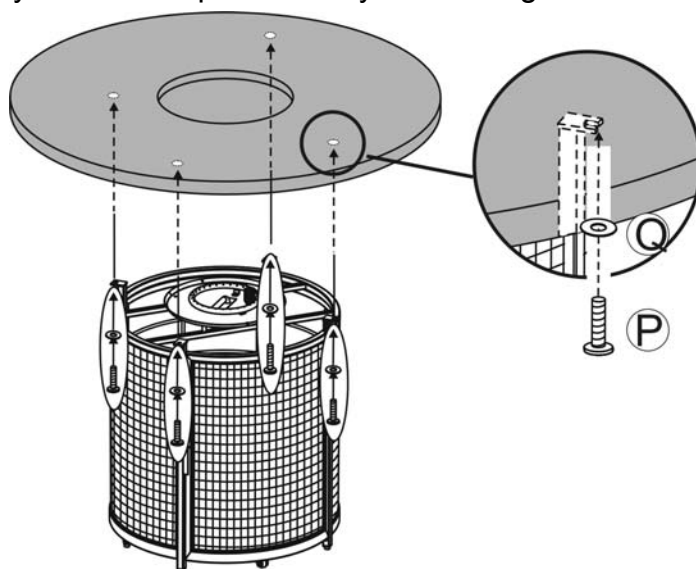

Figura 2
2. Coloque la cubierta de la mesa sobre la base. Fije la base de la mesa a la base del calentador, usando los tornillos y arandelas que se incluyen. Vea Figura 2.